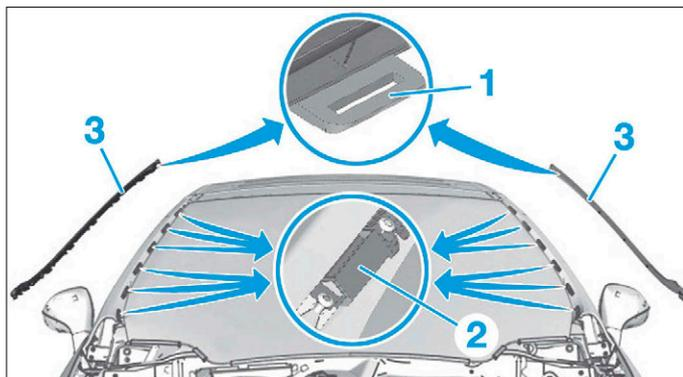

FIG. 1
- Dégrafer les languettes (1) des agrafes (2) (Fig.1).
- Déposer les enjoliveurs des montants de baie de pare-brise (3).